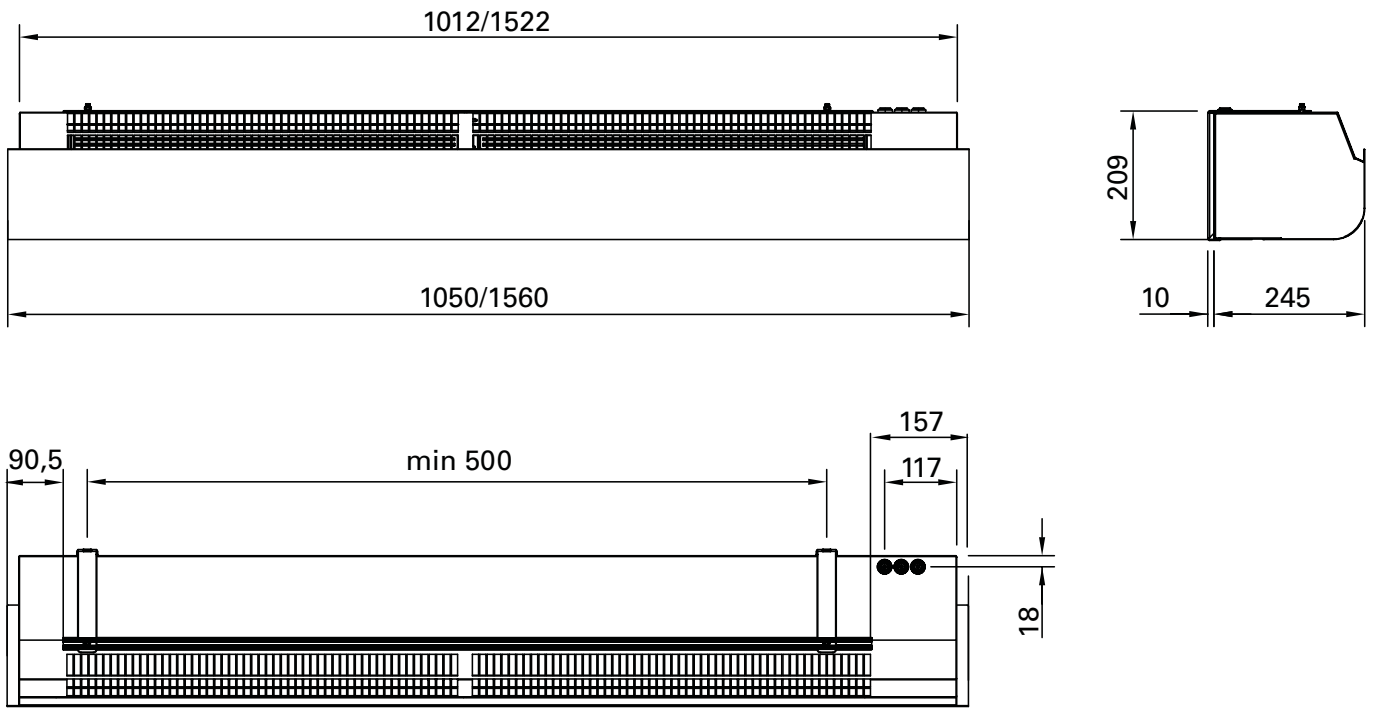

Fig. 1
1. Закрепите скобы на стене (см. рис.4А и размеры на рис.1). Если на стене имеются неровности, то необходимо выбрать место для того, чтобы прибор был установлен ровно или устранить неровности.